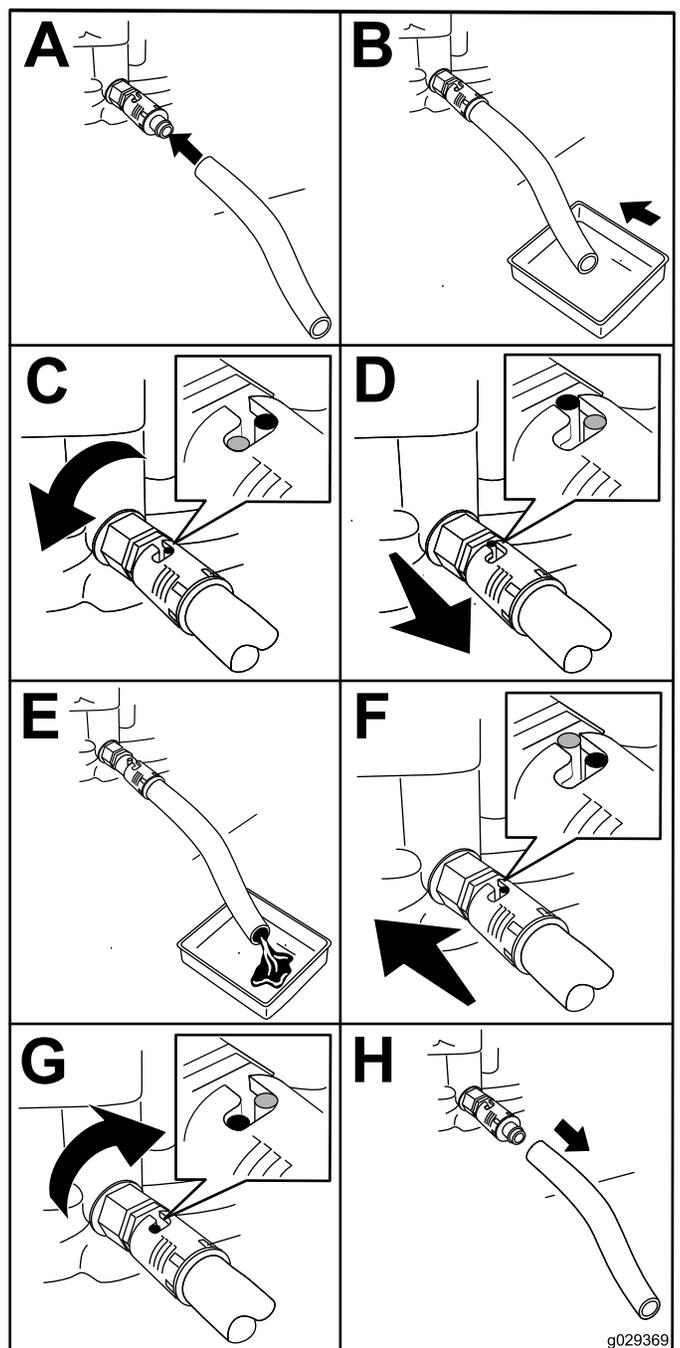

Figure 20
2. Vidangez l'huile moteur (Figure 20).